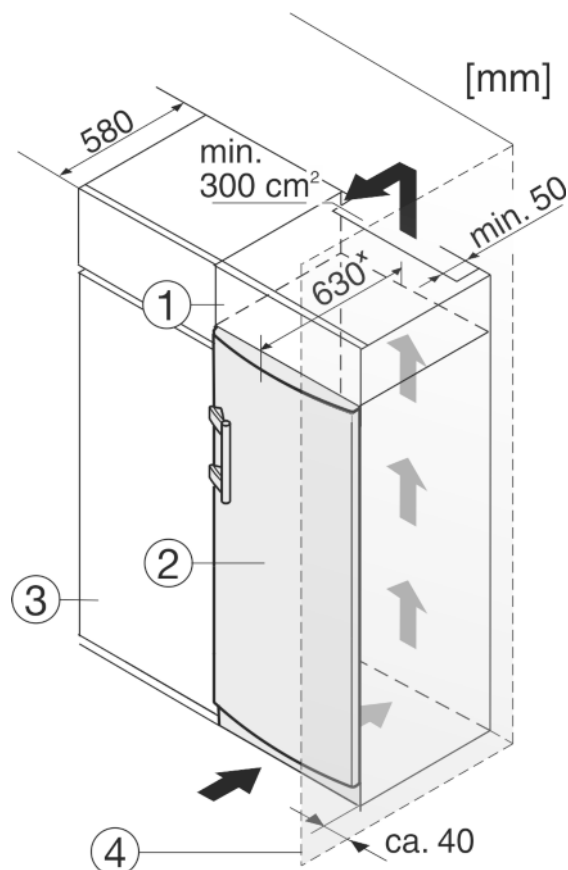

Fig. 8
- (1) Opbouwkast
- (2) Apparaat
- (3) Keukenkast
- (4) Wand
Het apparaat Fig. 8 (2) kan worden ingebouwd in de keuken. Om het apparaat aan de hoogte van het keukenblok aan te passen, kunt u er een passende opbouwkast Fig. 8 (1) op plaatsen.
Bij een ombouw met keukenkasten (diepte max. 580 mm) kan het apparaat direct naast de keukenkast Fig. 8 (3) worden geplaatst. Het apparaat steekt aan de zijkant 34 mm* en in het midden 50 mm* uit ten opzichte van het keukenkastfront.
Plaatst u het apparaat met de scharnierkant naast een muur Fig. 8 (4), dan moet de afstand tussen apparaat en muur minstens 40 mm bedragen. Dit in verband met het uitsteken van de deurgreep bij een geopende deur.